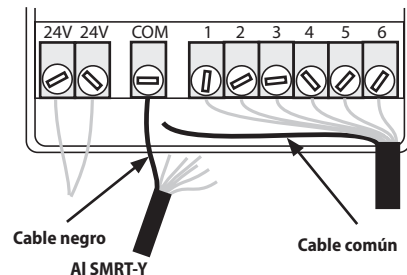

Figura 7
1. Desconecte los cables conectados al terminal "COM" (o común) del programador. Conecte el cable negro de la interfaz del usuario del SMRT-Y al terminal COM del programador (consulte la figura 7).